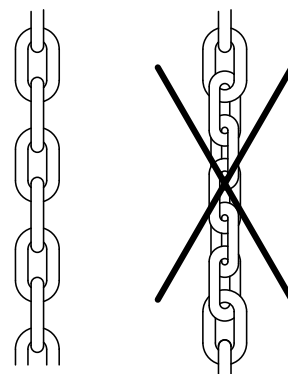

Fig. 2: Verandering van de haspelketting
- Bij een verandering van de kettinglengte moet erop worden gelet dat de haspelketting niet verdraaid wordt gemonteerd (fig. 2).